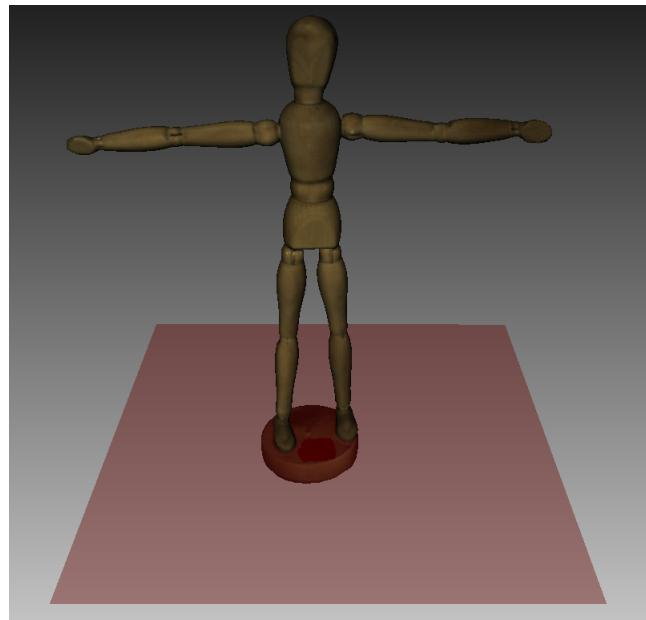

Рис. 8.11: Секущая плоскость
**Отсечение плоскостью** специальный режим для удаления плоских частей скана (пола, стола или основания), на которых располагается сканируемый объект. В этом режиме используется секущая плоскость, которая разделяет скан на две части: одну, которая останется, и другую, которая будет удалена (см. Рис. 8.11).
- *Отсечение плоскостью* – настройте размер инструмента (см. табл.) и закрасьте плоский участок. Как только вы отпустите клавишу мыши, появится плоскость (см. Рис. 8.11). При необходимости отрегулируйте ее уровень с помощью Колеса прокрутки, удерживая нажатыми клавиши *Ctrl+Shift*.